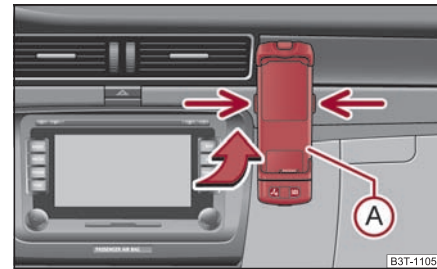

Abb. 153 Universale Vorbereitung für das Telefon
- Schieben Sie zuerst den Adapter (A) in Pfeilrichtung ⇒ Abb. 153 bis zum Anschlag in den Halter. Drücken Sie den Adapter leicht nach unten, bis er sicher einrastet.
- Setzen Sie das Telefon in den Adapter (A) (laut Anleitung des Herstellers) ein. ▶
- Drücken Sie gleichzeitig die seitlichen Verriegelungen des Halters und nehmen das Telefon mit Adapter heraus ⇒ Seite 145, Abb. 153. ■